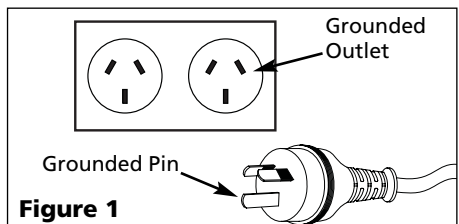

Figure 1
1. Ce produit est conçu pour l'utilisation d'un circuit de 120 volts et a une fiche de mise à la terre comme celle indiquée sur la Figure 1. Assurer que le modèle est branché à une prise de courant qui a la même configuration que la fiche. Ce produit doit être mis à la terre. Dans l'événement d'un court-circuit, la mise à la terre diminue le risque de secousse électrique en fournissant un fil d'échappement pour le courant électrique. Ce produit est équipé avec un cordon qui a un fil de terre avec une fiiche de terre. Le cordon doit être branché dans une prise de